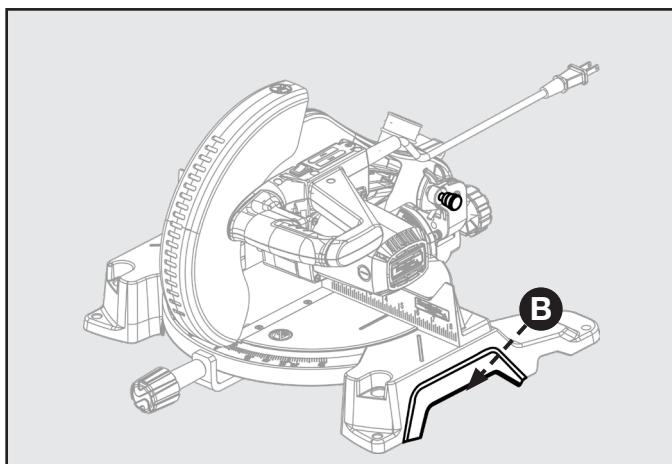

FIGURE 4
Utilisez les poignées de transport intégrées au socle pour un transport sûr et facile de la scie. Illustré à la figure 4 (B).